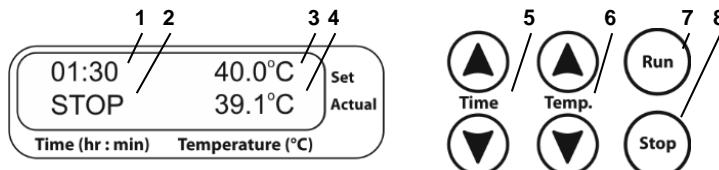
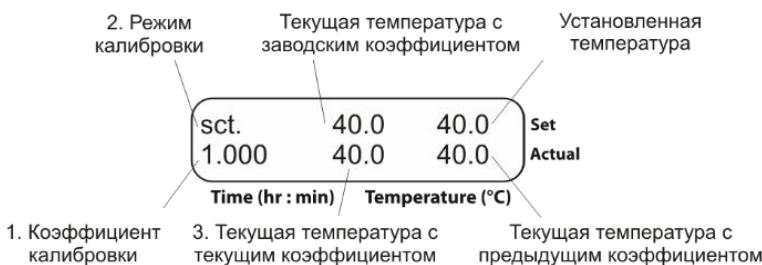

Рис. 1. Панель управления
Рис. 2. Панель управления в режиме калибровки
- Установка температуры.** Кнопками Δ и ∇ Temp. (рис. 1/6) установите необходимую температуру (рис. 1/3). Если кнопка установки удерживается нажатой более 2 секунд, скорость смены значений увеличивается.
- Начинается нагрев термоблока. Текущие показания температуры отображаются в нижней строке дисплея (рис. 1/4).
Кнопками **▲** и **▼ Time** (рис. 1/5) установите необходимое время термостатирования образцов в часах и минутах (hh:mm). Если кнопка установки удерживается нажатой более 2 с, скорость смены значений увеличивается. Установленное значение времени отображается в верхней строке дисплея (рис. 1/1).
5.7. Нажмите кнопку **Run** (рис. 1/7), при этом включается таймер. Отсчет установленного интервала времени отображается в нижней строке дисплея (рис. 1/2). По истечении установленного интервала времени таймер подает звуковой сигнал, при этом на дисплее отображается мигающая индикация **STOP**. Нажмите кнопку **Stop** (рис. 1/8) для прекращения сигнала.
Внимание! При остановке таймера не прекращается процесс нагрева/ поддержания установленной температуры. Для прекращения нагрева необходимо кнопкой **▼ Temp.** (рис. 1/6) установить значение температуры ниже 25°C (индикация OFF на дисплее, рис. 1/3).
- 6.2. Для введения калибровочного коэффициента держите нажатой клавишу **Stop** (рис. 1/8) дольше 8 с для входа в калибровочный режим. На дисплее появится калибровочный коэффициент, как показано на рис. 2/1.
- 6.3. **Восстановление заводских установок.** Чтобы восстановить заводские установки, с помощью кнопок **▲** и **▼ Temp.** (рис. 1/6) установите значение коэффициента 1.000, как показано на рис. 2/1. Нажмите клавишу **Run** (рис. 1/7) один раз, чтобы сохранить изменения.
- 6.4.4. Предположим, что показания независимого сенсора составляют 39°C, а текущая температура на дисплее — 40°C (рис. 1/4). В этом случае необходимо добавить коррекцию 1°C.
- 6.4.5. Держите клавишу **Stop** (рис. 1/8) нажатой более 8 с, чтобы активировать режим калибровки. Дисплей покажет параметры, изображенные на рис. 2.
6.4.6. С помощью кнопок **▲** и **▼** (рис. 1/6) измените коэффициент калибровки (рис. 3/1) так, чтобы новое значение температуры (рис. 3/2) соответствовало температуре независимого сенсора. В нашем примере коэффициент калибровки будет равен 0,974.
6.4.7. После калибровки нажмите клавишу **Run** (рис. 1/7) один раз, чтобы сохранить изменения и выйти из калибровочного режима.